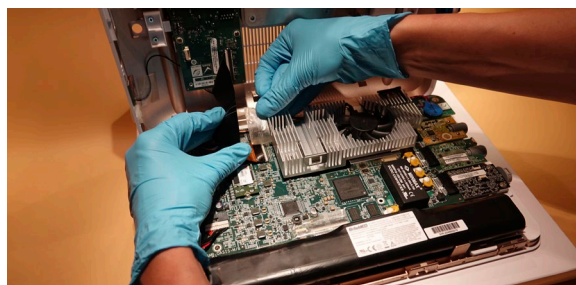

Figura 10 Aprire con cautela l'alloggiamento posteriore e rimuovere il nastro adesivo se necessario
- i) Rimuovere il nastro adesivo (Figura 10)**